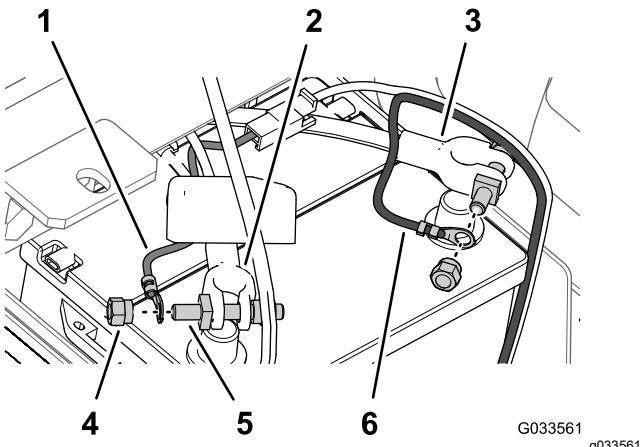

Figure 29
6. Avec un écrou de serrage, fixez la borne en anneau du fil fusible (faisceau du pulvérisateur) à la tige du boulon de borne que vous avez monté sur le câble positif de la batterie (Figure 29).
7. Avec un écrou de serrage, fixez la borne en anneau du câble négatif (noir – faisceau du pulvérisateur) à la tige du boulon de borne que vous avez monté sur le câble négatif de la batterie (Figure 29).